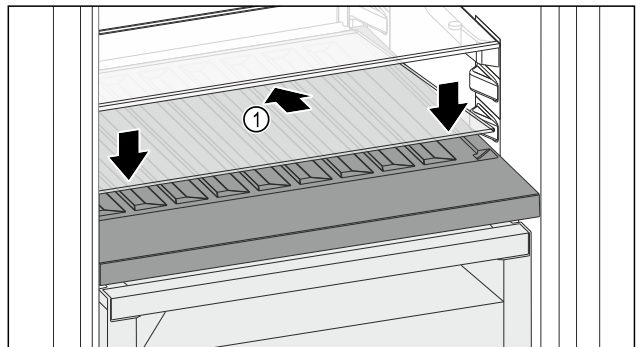

Fig. 216
- Placer la plaque de verre Fig. 216 (1) en biais et inclinée vers le bas.
- Abaisser l'avant de la plaque de verre Fig. 216 (1).